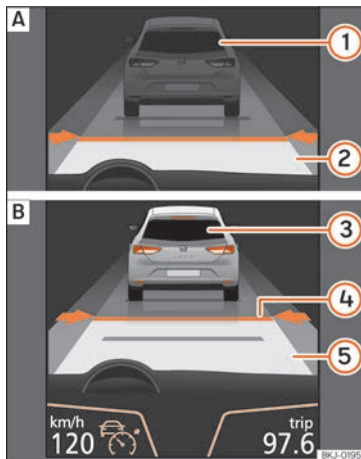
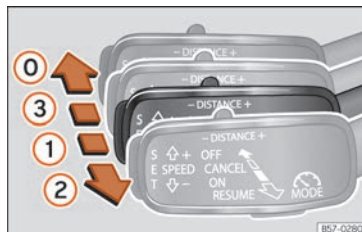
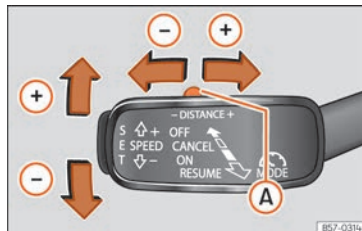

Abb. 259 Im Display des Kombiinstrument: (A) ACC inaktiv (Standby). (B) ACC aktiv.
Abb. 261 Auf der linken Seite der Lenksäule: dritter Hebel für die Betätigung der automatischen Distanzregelung.
Abb. 262 Auf der linken Seite der Lenksäule: dritter Hebel für die Betätigung der automatischen Distanzregelung.
Bildschirmanzeigen »» » **Abb. 259:**
Schalttafel die grüne Kontrollleuchte ein und auf dem Bildschirm werden die programmierte Geschwindigkeit und der Zustand der ACC angezeigt **» Abb. 259.**
schwindigkeit des Fahrzeugs einstellen und die ACC aktivieren. Drücken Sie dazu auf die Taste **SET** **» Abb. 262.** Falls Sie die Geschwindigkeit in Schritten von 1 km/h (0,6 mph) erhöhen oder reduzieren möchten, bewegen Sie den Hebel in die Position **» Abb. 261** bzw. drücken Sie die Taste **SET**.
Die programmierte Geschwindigkeit kann je nach Wunsch während der Fahrt oder bei Fahrzeugstillstand geändert werden. Jegliche Änderungen der programmierten Geschwindigkeit werden unten links am Bildschirm des Kombi-instrumentes angezeigt **» Abb. 259.**
Um das Abstands-niveau zu erhöhen oder zu reduzieren, drücken Sie den Wippschalter nach rechts/links **» Abb. 262** .
• Um die ACC zu aktivieren, müssen Sie, wenn sich der Hebel in Position befindet, die Taste **SET** drücken oder den dritten Hebel der ACC in die Position bringen **» Abb. 261.** In diesem Moment wechselt die ACC-Anzeige am Bildschirm des Kombi-instrumentes in den Modus Aktiv **» Abb. 259.**
Um die ACC zu deaktivieren, bewegen Sie den Hebel in die Position **» Abb. 261** (eingearbeitet). In diesem Moment erscheint der Text **ACC deaktiviert** und die Funktion ist vollständig deaktiviert.
Falls Sie die ACC nicht ausschalten, sondern nur vorübergehend in den inaktiven Modus (Standby) versetzen möchten, bewegen Sie den dritten Hebel in die Position **» Abb. 261** oder betätigen Sie das Bremspedal.